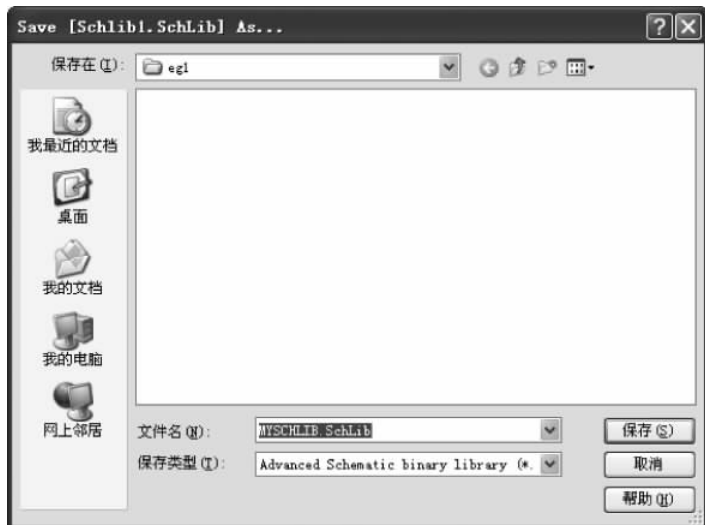

图 3-4 “文件保存”对话框
(2) 保存: 执行菜单命令 File|Save,或在右键快捷菜单中选择 Save,弹出如图 3-4 所示的“文件保存”对话框。将文件名修改为 MYSCHLIB.SchLib。系统默认的保存路径与该文件所在工程文件相同。